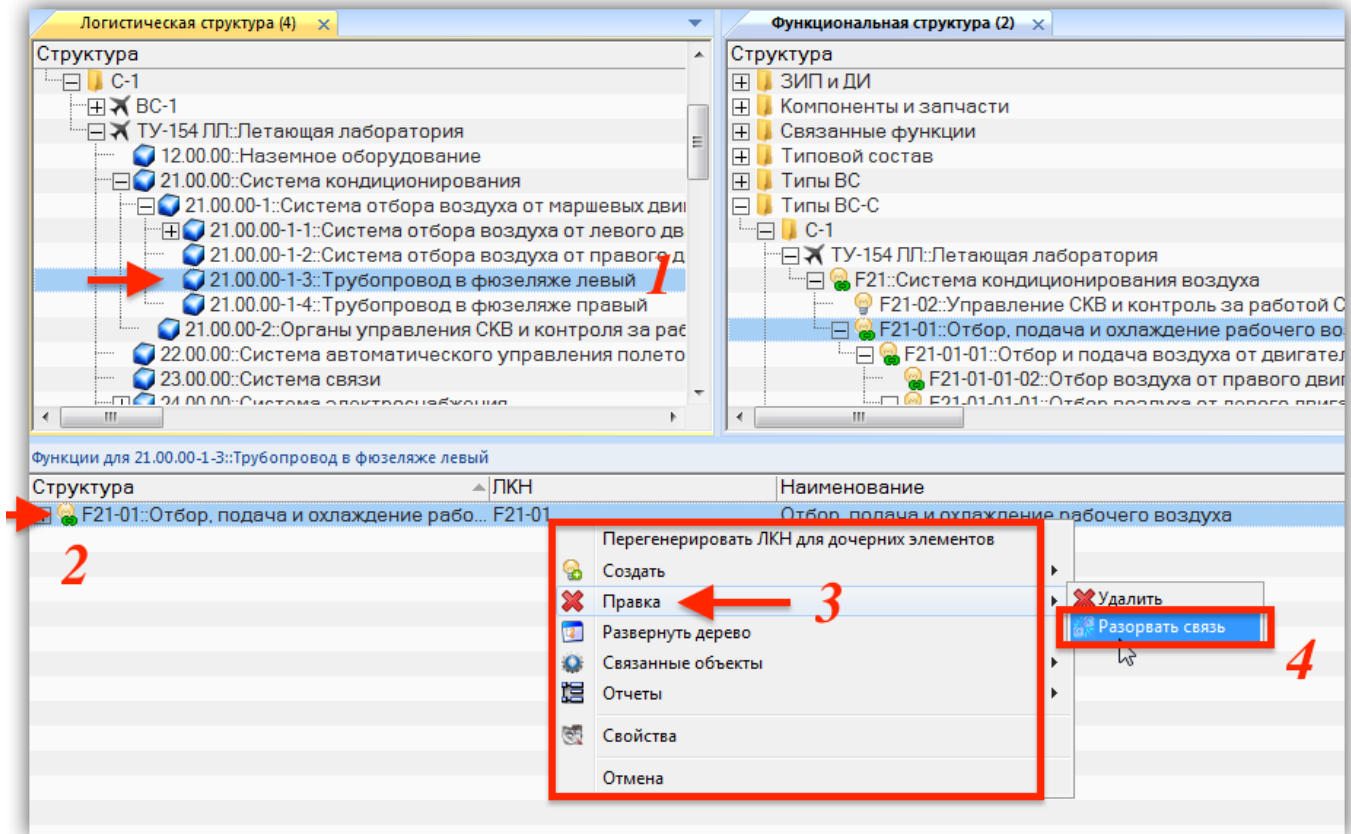

Рис. 10-301 – Команда «Удалить связь» в контекстном меню
2) Выбрать функцию в рабочем окне «Функциональная структура» и нажать кнопку «Реализуется посредством...» панели «Связанные объекты». Откроется окно связанных объектов «Логистическая структура» для выбранной функции (1 на рис. 10-301).
3) Выбрать элемент ЛСИ в окне связанных объектов (2 на рис. 10-301). Для выделения нескольких объектов используйте клавиши CTRL и SHIFT.
4) Нажать кнопку «Удалить связь» панели «Правка» (3 на рис. 10-301).